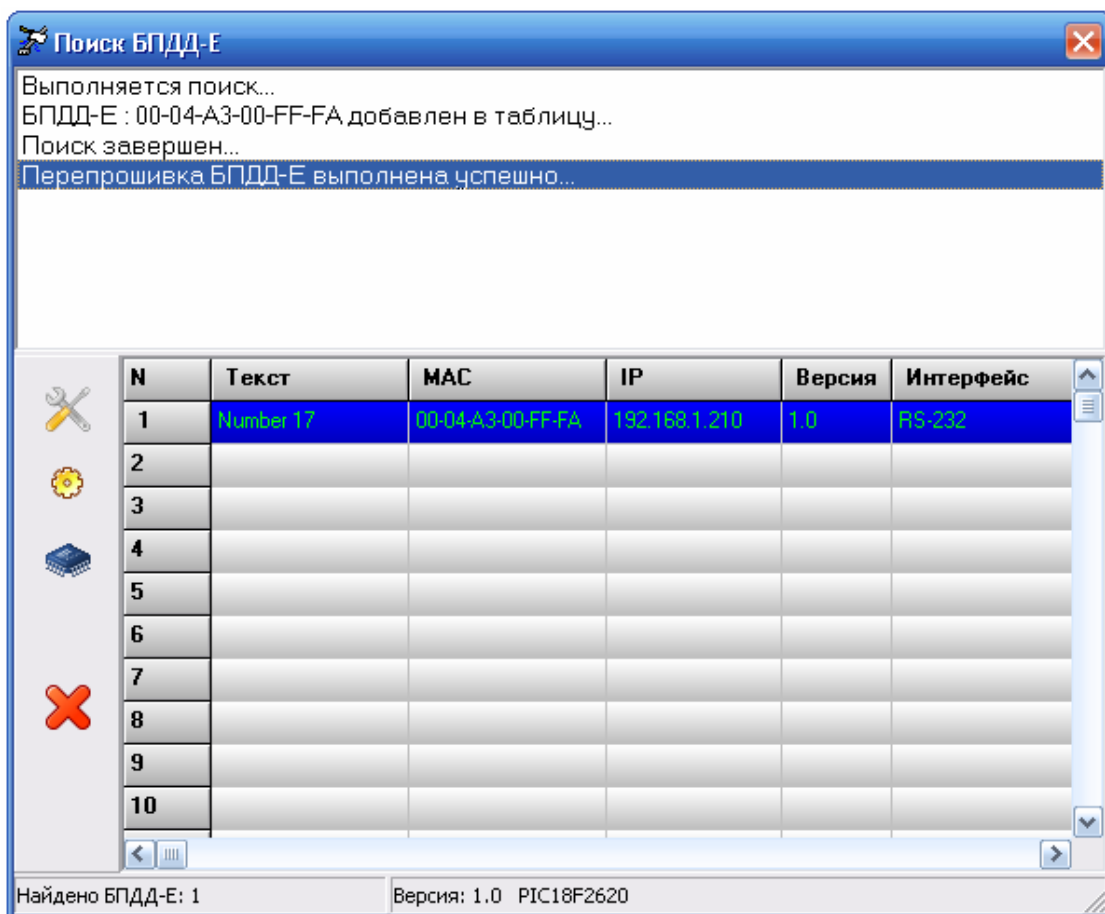

Рисунок 27 – Обновления программного обеспечения завершено.
5. По завершении обновления в верхней части окна появится текстовое сообщение об успешном завершении программирования (рисунок 27).